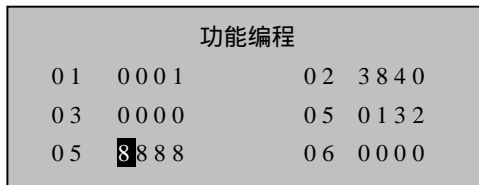

图 3-18
3) 运用选择定位操作，定位于5#功能参数（经理密码），运用数字输入操作输入“8888”，如图3-18所示；